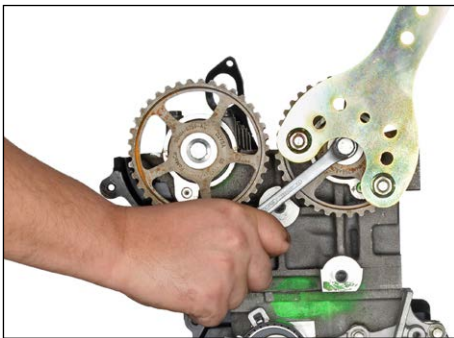

Fig. 9
2. Verwijder de blokkeer- en instelwerktuigen maak de tandwielen van de nokkenas los gebruik makend van de tegenhouder OE (205-072), Uni Tool Box/3 (Fig. 9). Vervang beide bouten (nieuwe bouten zitten in de kit).